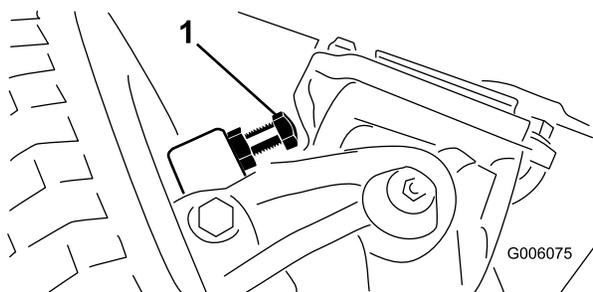

Figura 60
1. Enrosque o desenrosque los pernos hasta obtener el espacio de 2,3 mm (Figura 60).